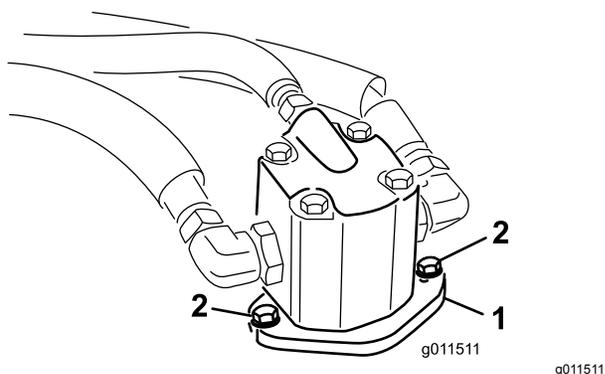

Рисунок 102
4. Выверните болты крепления гидроцилиндра к деке газонокосилки (Рисунок 102).